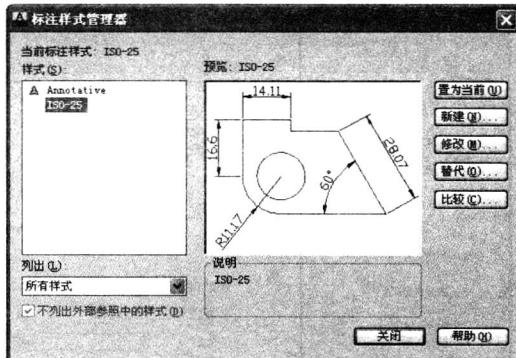

图 1-16 “标注样式管理器”对话框
1. 单击“标注”工具栏或“样式”工具栏中的“标注样式管理器”按钮，弹出如图 1-16 所示的“标注样式管理器”对话框。